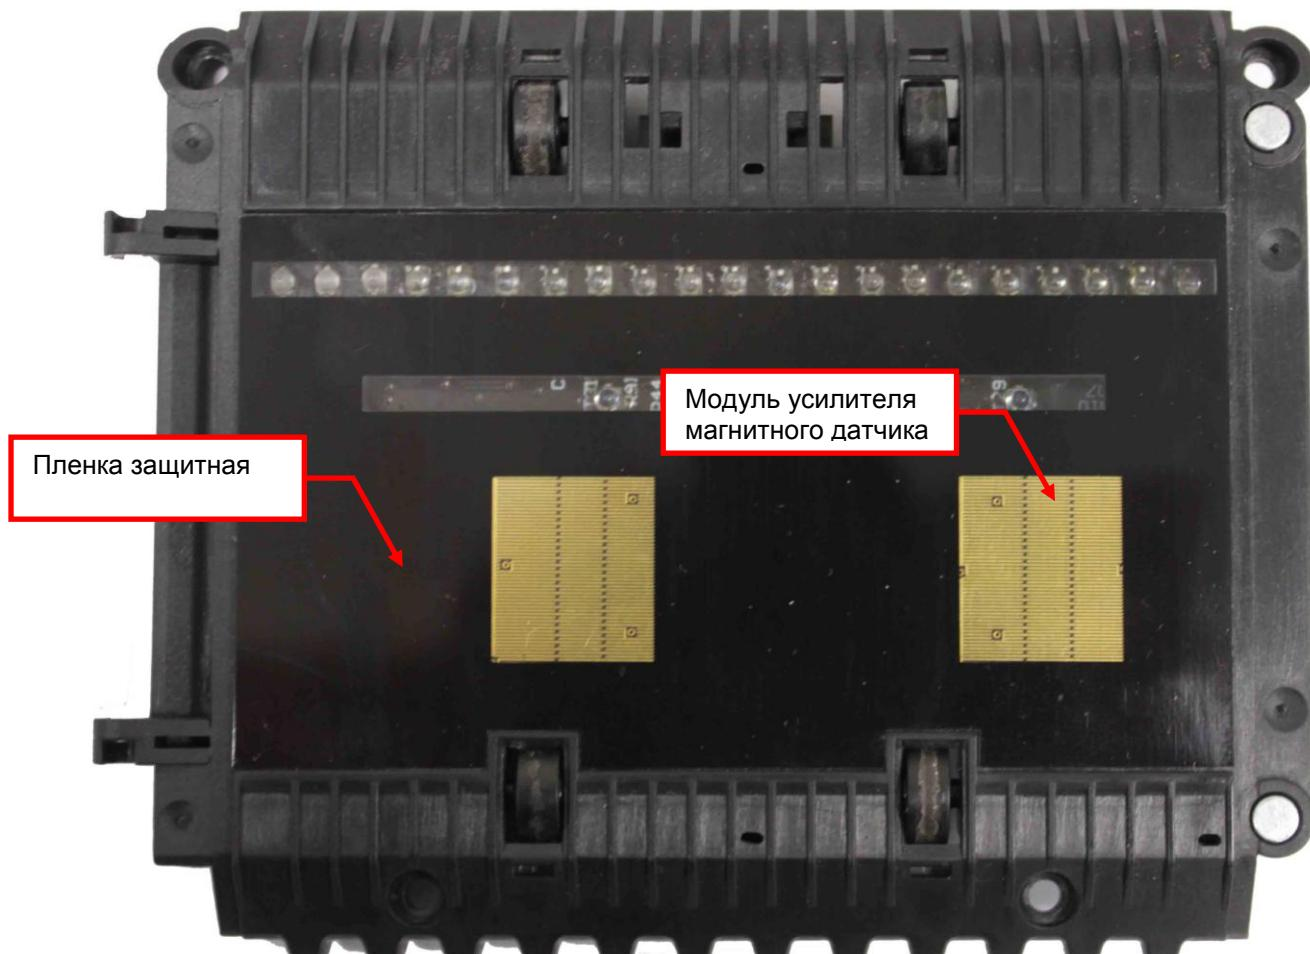

Рисунок 9.19
- 9.9.3 Снимите, с помощью пинцета, защитную пленку. Модуль усилителя магнитного сигнала находится под пленкой (см. рис.9.19).